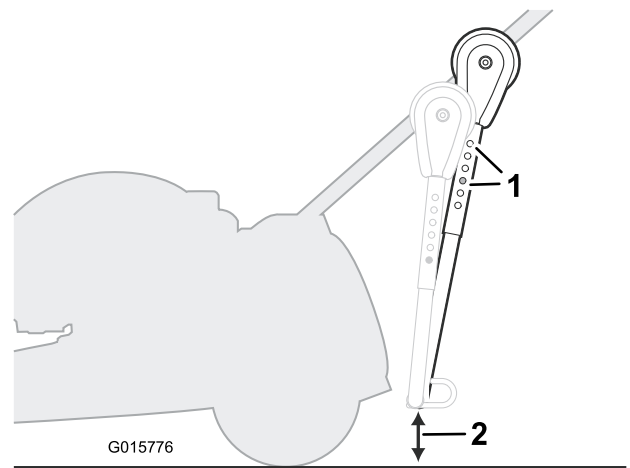

Figura 4
1. Ajuste el conjunto para que esté lo más cerca posible del cortacésped, desplazando las abrazaderas hacia arriba o hacia abajo en el manillar sin que los tubos choquen contra el cortacésped o estorben el sistema de ensacado (Figura 4).